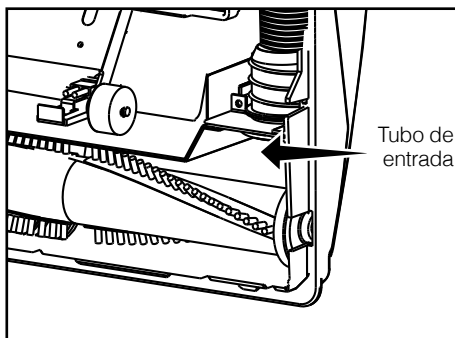

Fig. 2
- Dé vuelta la aspiradora y quite la placa inferior (consulte la página 18). Revise el tubo de entrada de la boquilla para ver si tiene obstrucciones (Fig. 2). Limpie el tubo y vuelva a instalar la placa inferior.